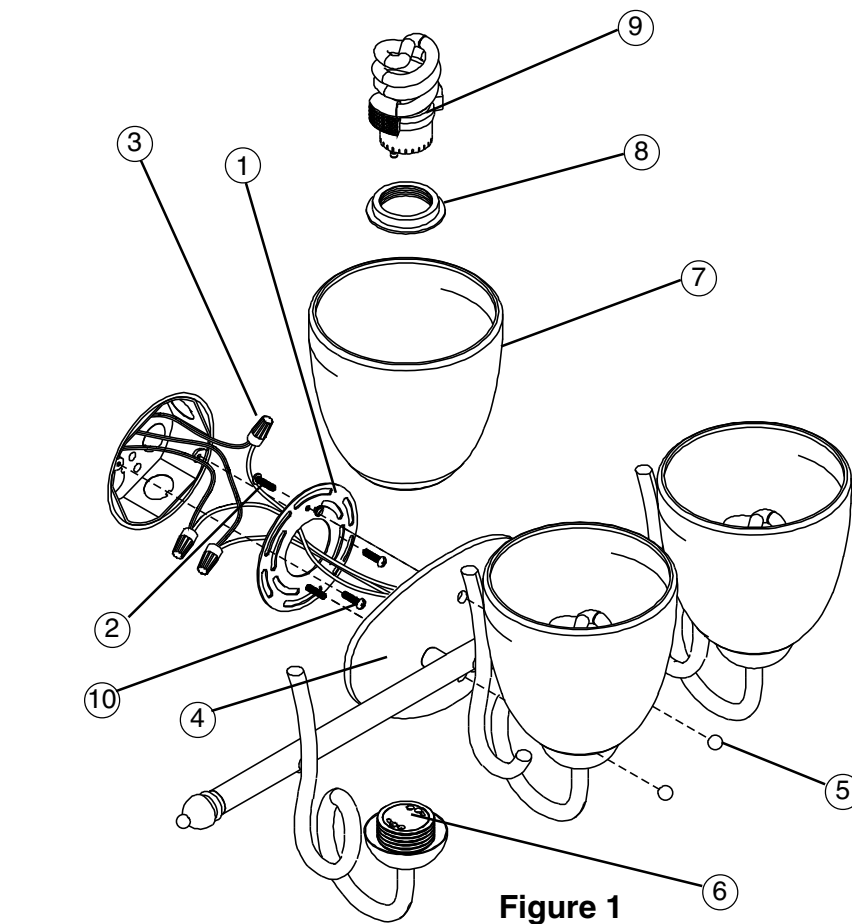

Figure 1
4. **L'alimentation étant coupée, soutenir solidement l'appareil et raccorder le fil de mise à la terre vert de l'appareil au fil de mise à la terre en cuivre nu de la boîte de jonction à l'aide d'un capuchon de connexion (3).** (*Si l'alimentation ne comporte pas un fil de mise à la terre, consulter votre code d'électricité local et suivre les méthodes de mise à la terre conformes.*) **Voir la fig. 1.**
5. **À l'aide de capuchons de connexion (3), raccorder le fil noir de l'appareil au fil d'alimentation noir et le fil blanc de l'appareil au fil d'alimentation blanc. Voir la fig. 1.**
7. **Placer la plaque arrière (4) sur les vis qui dépassent de la plaque de montage (1) et fixer l'appareil à l'aide des filets (5).**
8. **Placer l'abat-jour en verre (7) sur la douille (6) et revisser la bague de retenue (8). Voir la fig. 1.**
4. **With the power turned off, hold the fixture firmly** and connect the ground wire from the fixture to the bare copper ground wire from the junction box using a Wirenut (3). (If house wiring does not include a ground wire, consult your local electrical code for approved grounding methods). **See Fig. 1.**
5. **Use Wirenuts (3)** to connect black fixture wire to the black power supply wire and white fixture wire to the white power supply wire. **See Fig. 1.**
7. **Position the Backplate (4)** over the Screws protruding from the Mounting Plate (1) and secure fixture with Finials (5).
8. **To Install Glass Shade (7)**, unscrew Lock Ring (8) from the Socket (6). Place Glass Shade (7) over the Socket (6) and reinstall the Lock Ring (8). **See Fig. 1.**
5. **Use Capuchones de Alambres (3)** para conectar el alambre negro del luminario al alambre negro de suministro de electricidad y el alambre blanco del luminario al alambre blanco de suministro de electricidad. **Vea Fig. 1.**
7. **Coloque la Placa Trasera (4)** sobre los tornillos que sobresalen de la parte curvada de la Placa de Montaje (1) y asegure el luminario con Finials (5).
8. **Para Instalar la Pantallas de Cristal (7)**, desenrosque el Anillo de Cierre (8) del Enchufe (6). Coloque la Pantalla de Cristal (7) sobre el Enchufe (6) e instale de nuevo el Anillo de Cierre (8). **Vea Fig. 1.**